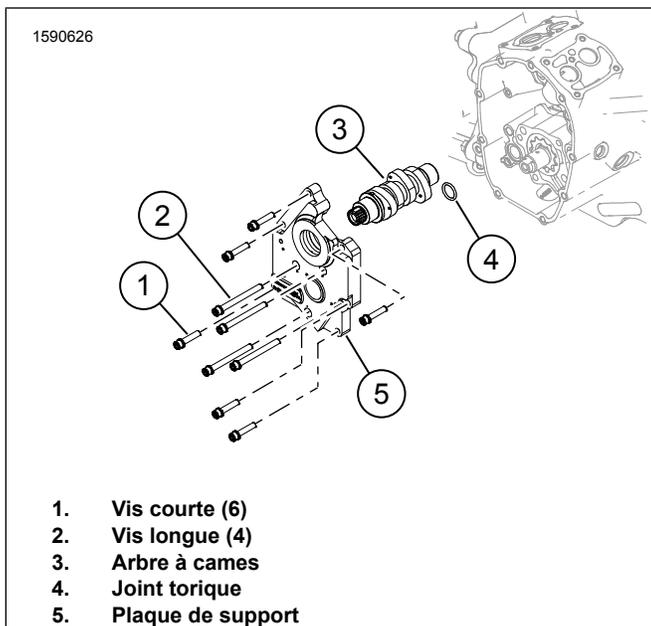

Figure 3. Plaque de support d'arbre à cames
2. Voir la figure 3. Installer la plaque de support d'arbre à cames.
- b. Poser le joint torique (4) **neuf** dans le port de d'alimentation en huile du carter moteur.